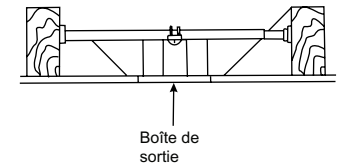

Fig. 4
**Remarque:** Selon l'emplacement que vous avez sélectionné pour l'installation, vous devrez peut-être acheter et installer un "Joist Hanger" pour le support de la boîte de sortie. Assurez-vous que le cintre de poutrelle que vous achetez a été conçu pour une utilisation avec des ventilateurs de plafond. (Fig. 4)